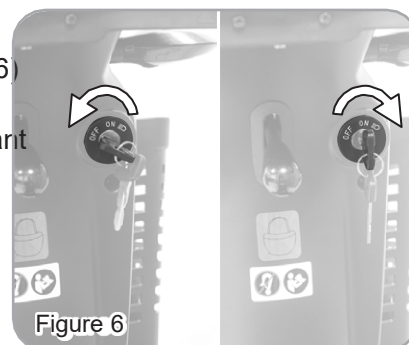

Figure 6
- Tourner la clé vers la droite - Allumer le scooter. (Figure 6)